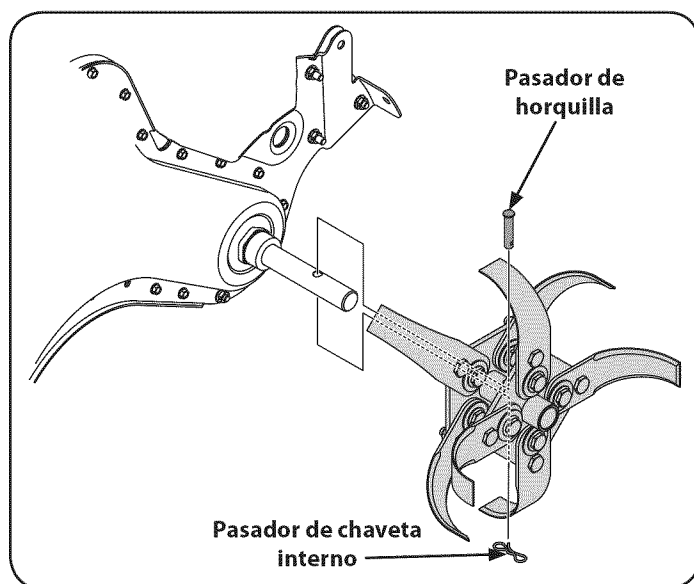

Figura 29
3. Para retirar un conjunto de dientes, simplemente saque la chaveta de retn interna que sujeta la chaveta de horquilla. Vea la Figura 29.